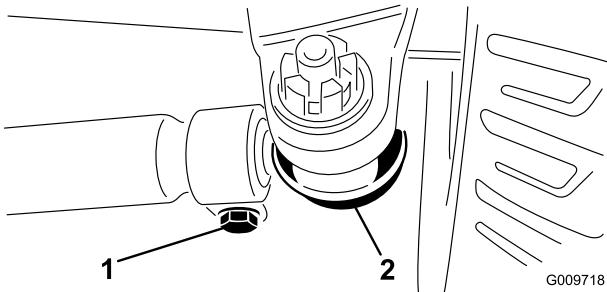

図 71
2. 調整が必要な場合は、タイロッドのボールジョイントのコッターピンとナットを外す。次に、タイロッドのボールジョイントをアクスルケースのサポート図 71 から外す。
3. タイロッド両側のクランプをゆるめる図 71。